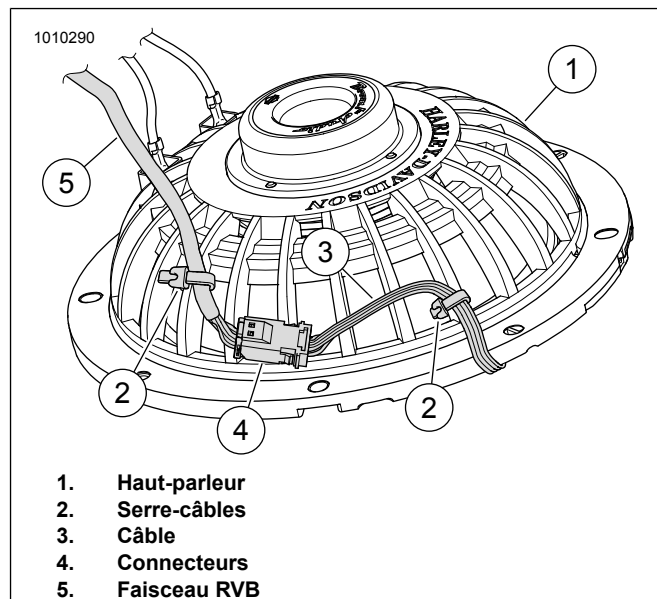

Figure 30. Arrière du haut-parleur, câble et serre-câbles
- a. Voir la figure 30. Joindre les connecteurs (4) du moteur du feu au faisceau RVB.
- b. Faire passer le câble de moteur du feu (3) à l'arrière du haut-parleur (1) comme illustré. Pour stabiliser les connecteurs (4), fixer le câble du moteur du feu (3) et le faisceau RVB (5) avec des serre-câbles (2) comme illustré.